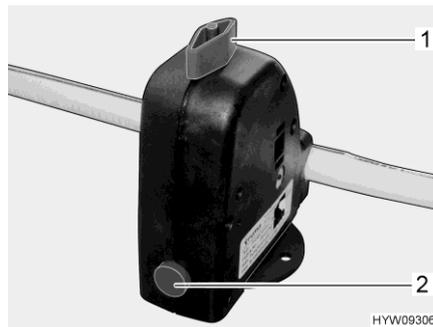

Fig. 83 Valvola di sicurezza/di scarico (boiler)
Il boiler è dotato di una valvola di sicurezza/di scarico (Fig. 83). La valvola di sicurezza/di scarico impedisce che l'acqua congeli nel boiler in presenza di basse temperature esterne, quando il riscaldamento dell'autocaravan non è acceso.
- Chiudere la valvola di sicurezza/di scarico. A tal fine ruotare la manopola (Fig. 83,1) verticalmente rispetto alla valvola di sicurezza/di scarico e premere verso l'interno il bottone automatico (Fig. 83,2).
- Aprire la valvola di sicurezza/di scarico. A tal fine ruotare la manopola (Fig. 83,1) nel senso della lunghezza della valvola di sicurezza/di scarico. Il bottone automatico (Fig. 83,2) scatta all'infuori. Il boiler viene svuotato verso l'esterno tramite la valvola di sicurezza/di scarico.